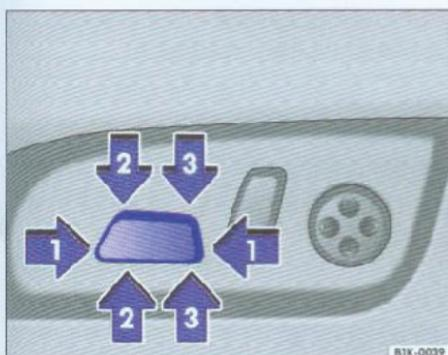

图48 用图示开关可调整座椅前后位置及座垫的高度和倾斜度
- 沿图48箭头①的方向按压开关，即可调整座椅前后位置 \Rightarrow !
- 沿图示箭头②和③的方向按压开关，即可调整座椅前端和后端的高度；同时沿箭头②和③的方向按压开关，可调整整个座椅的高度。